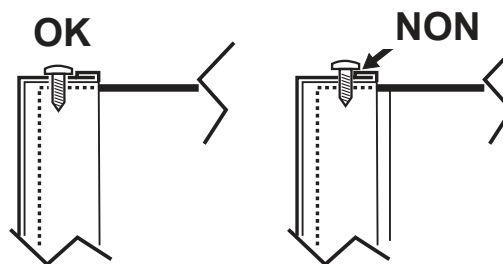

fig. 8 - montage avec vis inférieures
3. Procéder dans l'ordre inverse pour remonter le panneau avant. S'assurer qu'il est fixé correctement au panneau supérieur et complètement en appui sur les panneaux latéraux. La tête de la vis « A », une fois serrée, doit être positionnée comme indiqué en « fig. 8 - montage avec vis inférieures »).